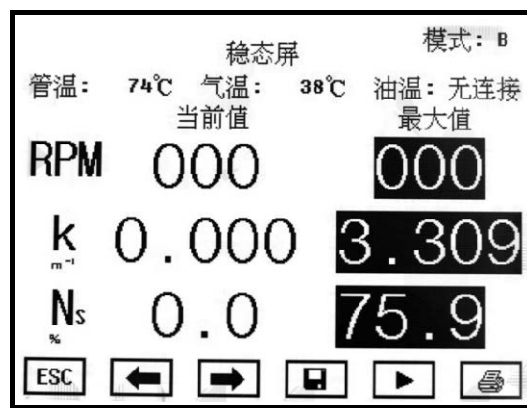

图 2.5
(1) 停止。当提示图标为“■”时（见图 2.5），按下“↓”键，仪器停止最大值的采样，这时候相当于锁定屏幕，反显最大值，同时图标变为“▶”，并提供保存和打印最大值的功能。
(2) 开始。当提示图标为“▶”时，表示按下“↓”键后仪器将清除当前的最大值，并重新开始采样稳态最大值，同时图标变回“■”。